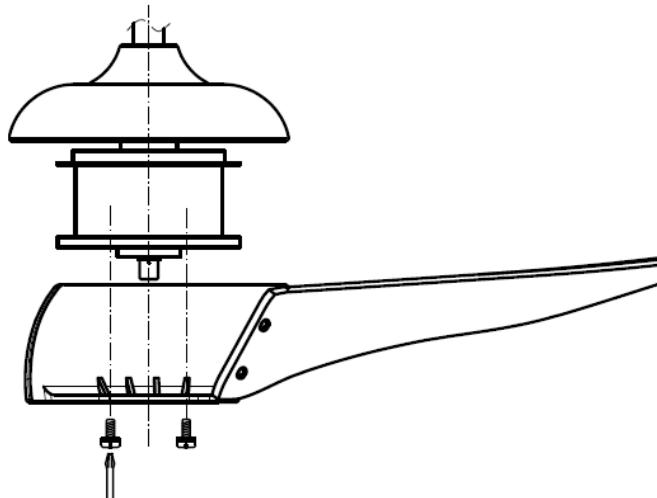

Abb. 8
- Installieren Sie die Rotorblatt-Baueinheiten am Motor, indem Sie die 2 Motorschrauben anziehen. Abb. 8.